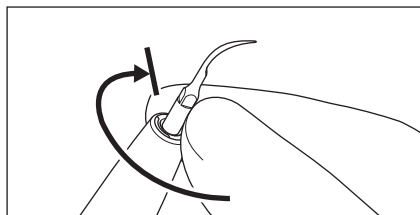

図7
- 1) チップは最初手で軽くしまるまでねじ込みます。(図7)